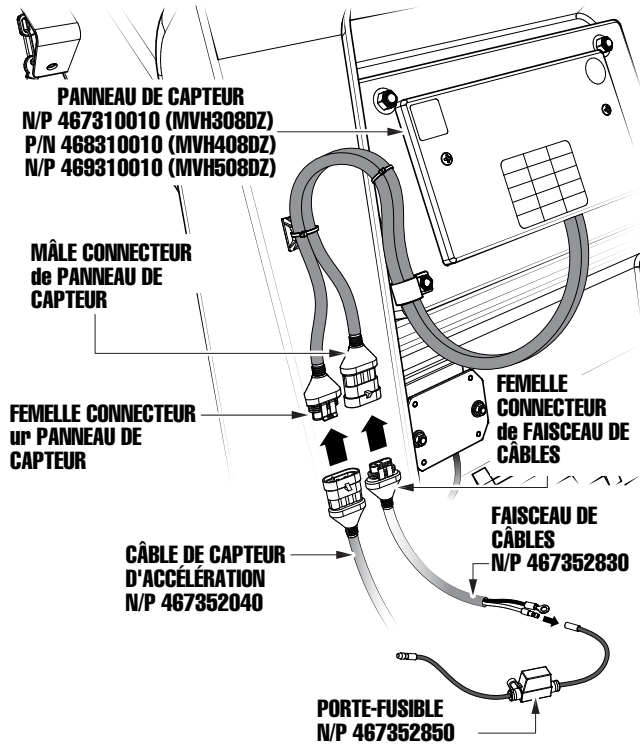

Figure 12. Connexions de câble de capteur
1. Passer le câble du capteur d'accélération (N/P 467352040) à travers l'intérieur de la plaque vibrante jusqu'au panneau de capteur (N/P 467310010 [MVH308DZ], N/P 468310010 [MVH408DZ], ou N/P 469310010 [MVH508DZ]). Voir la Figure 12.
2. Connecter l'extrémité libre du câble du capteur d'accélération (N/P 467352040) au connecteur femelle qui sort du panneau de capteur. Voir la Figure 12.
3. Connecter le connecteur mâle qui sort du panneau de capteur au connecteur femelle du faisceau de câbles (N/P 467352830). Voir la Figure 12.
4. Connecter l'extrémité mâle du faisceau de câbles (N/P 467352830) à l'extrémité femelle du porte-fusible (N/P 467352850). Voir la Figure 12.